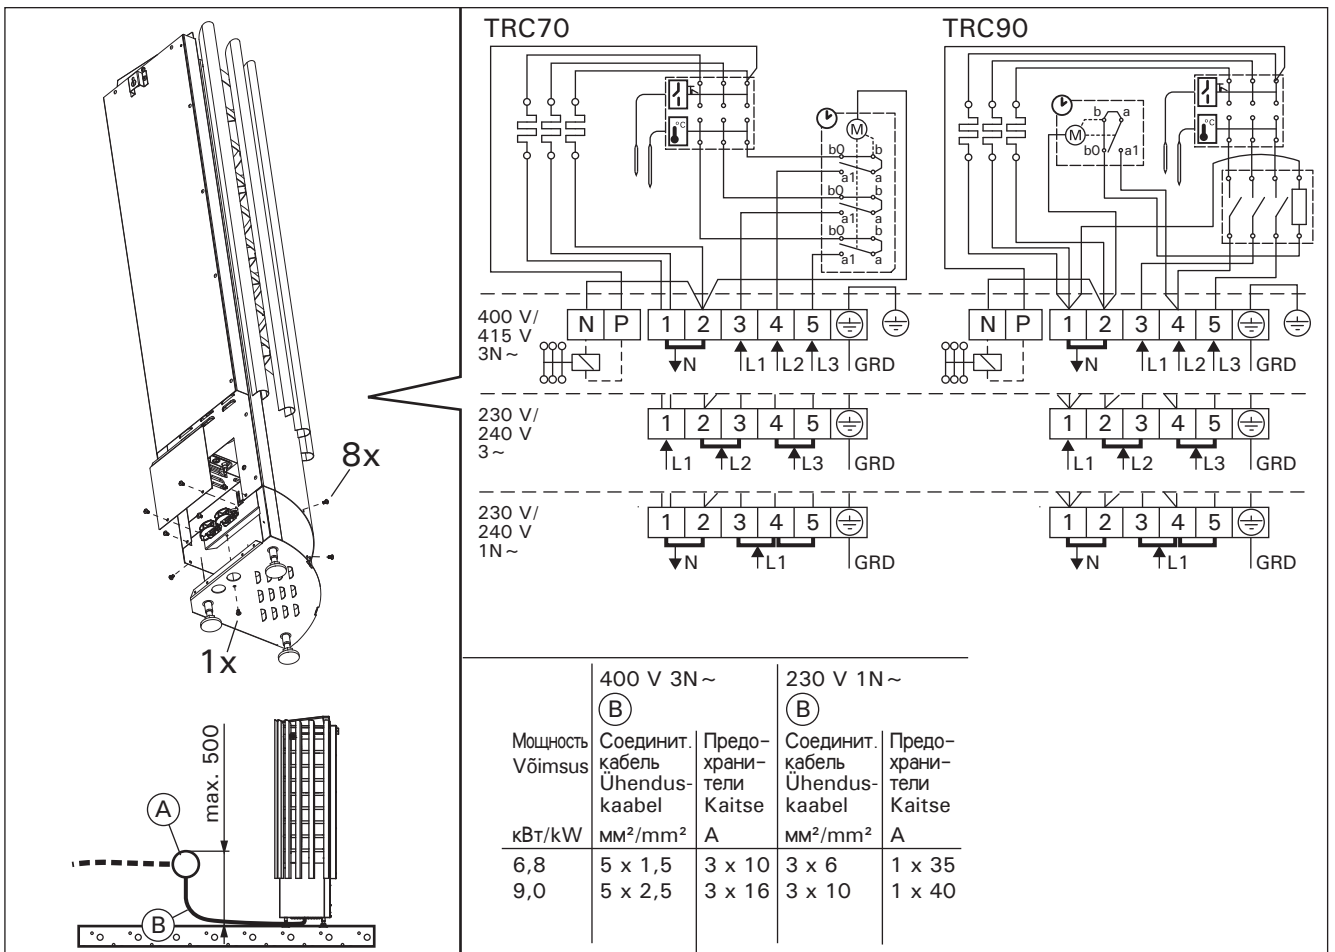

Рисунок 7. Электромонтаж
- Каменка гибким проводом подсоединяется к соединительной коробке (рис. 7: A) на стене сауны. Соединительная коробка должна быть брызгозащищенной и находиться на расстоянии не более 500 мм от пола.
- В качестве кабеля (рис. 7: B) следует использовать резиновый кабель типа H07RN-F или подобный. **ВНИМАНИЕ! Использование кабеля с ПВХ-изоляцией запрещено вследствие его разрушения под воздействием тепла.**
- Кроме клемм питания каменки TRC70/TRC90 оснащены также клеммой (P), которая делает
возможным управление электрическим нагревом (рис. 7). Управляющее напряжение передается от каменки, когда она включена. Кабель управления электронагревом подводят прямо к соединительной коробке каменки и дальше с помощью резинового кабеля, равного по сечению соединительному кабелю, к клеммнику.